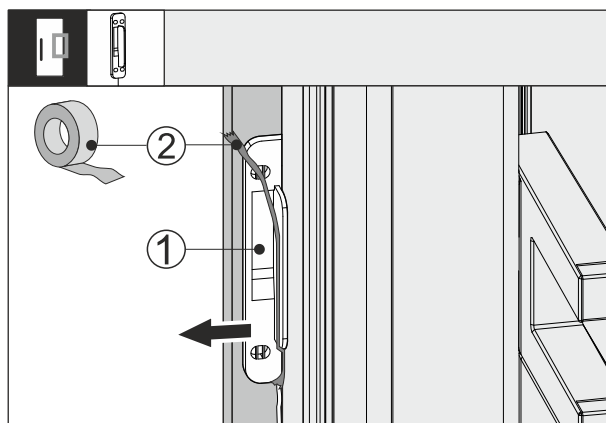

Fig. 63
- Uklonite ljepljivu traku Fig. 63 (2) na senzoru Fig. 63 (1) kucanja.